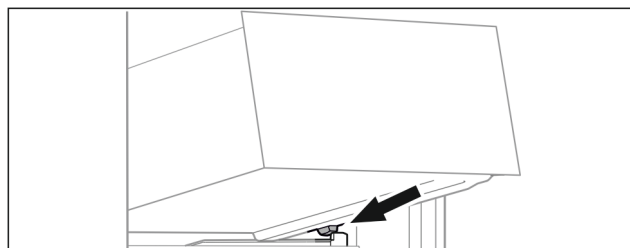

Fig. 113
- ▶ Stavite ladicu ukoso iza zaustavljača na žlijeb spremnika. (pogledajte Fig. 113)